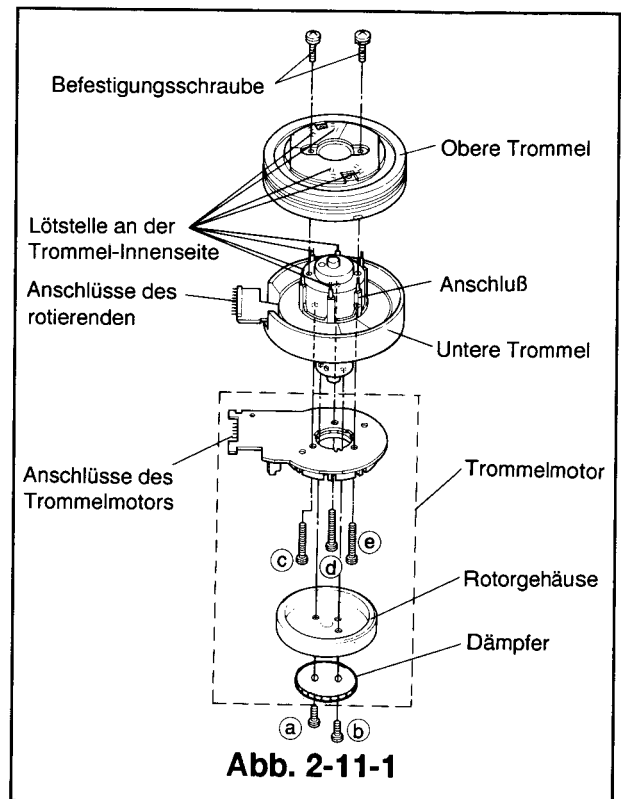

Abb. 2-11-1
- ① Die Kopftrommeleinheit ausbauen (siehe Artikel 2-10).
- ② Die Anschlüsse von jedem Kopf auf der oberen Trommel ablöten.
- ③ Die in Abb.2-11-1 gezeigten Befestigungsschrauben der oberen Trommel entfernen.
- ④ Die obere Trommel langsam und vorsichtig herausnehmen.
- ⑤ Die in Abb.2-11-1 gezeigten Schrauben (a) und (b) entfernen, um das Rotorgehäuse und den Dämpfer ausbauen zu können. Die Schrauben (c), (d) und (e) entfernen, um den Trommelmotor ausbauen zu können.